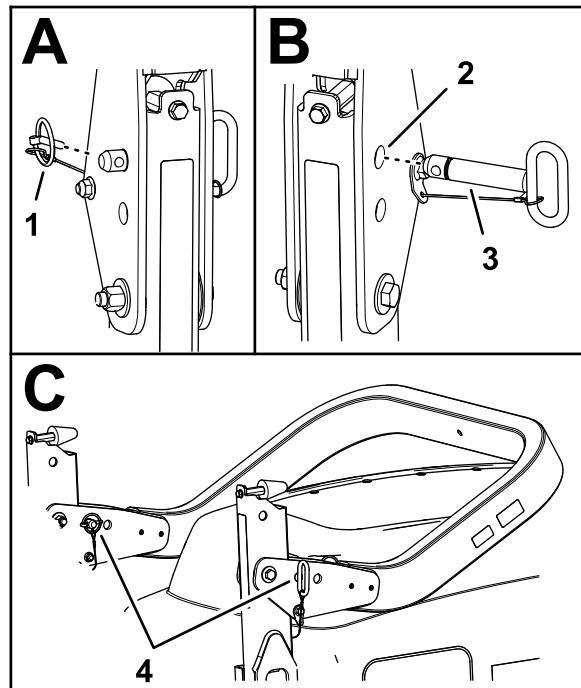

Figura 42
2. Retire los pasadores de seguridad que sujetan los pasadores de la barra antivuelco en cada lado de la barra antivuelco (Figura 42).